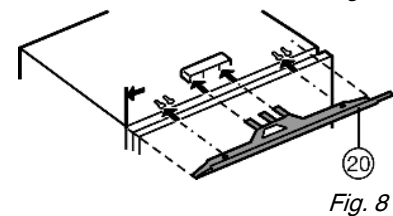

Fig. 8
- ▶ Ausgleichsblende Fig. 8 (20) griffseitig bündig mit der Geräteseitenwand montieren: in Stegaufnahme einschieben und in Schlüsselöcher einhaken.